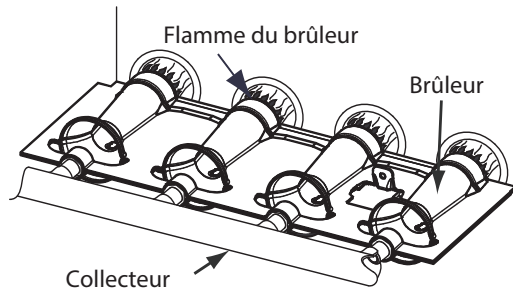

Fig. 63 – Flamme du brûleur
- i. Lorsque vous aurez obtenu l'admission appropriée, remplacez le capuchon qui masque les vis de réglage du régulateur. La flamme du brûleur principal doit être d'un bleu clair, presque transparent (consultez la Fig. 63).